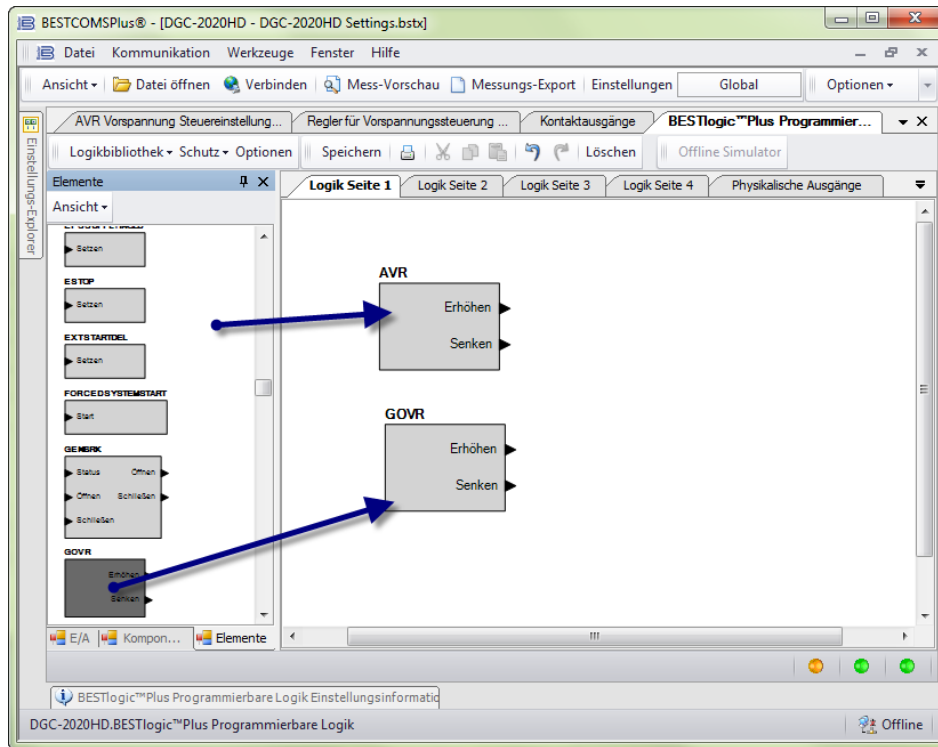

Abbildung 14-18. Einrichtung Kontaktausgang-Vorspannungssteuerung, Schritt 3.
3. Klicken Sie in der programmierbaren Logik von BESTlogic_{Plus} auf das Register Elemente und ziehen Sie die AVR und GOV Elemente in das Hauptfenster der Logik. Siehe Abbildung 14-18.